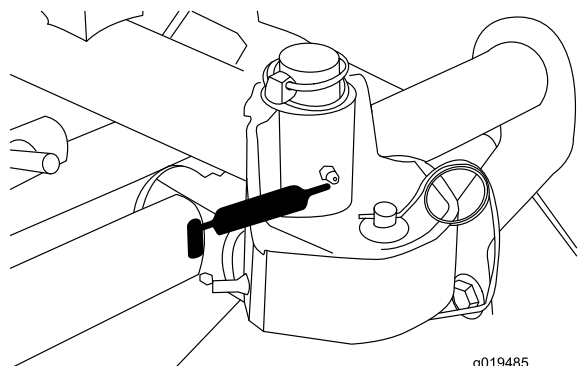

図 41
- ・ カuttingユニットのキャリアフレームとピボット（各2） 図 41.